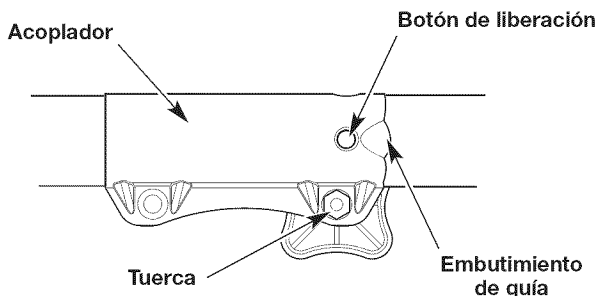

Fig. 4
**NOTA:** La alineación del botón de liberación con el embutimiento de guía ayudará en la instalación (Fig. 4).
**NOTA:** No ajuste demasiado la tuerca (Fig. 4).
2. Oprima y mantenga apretado el botón de liberación (Fig. 4).